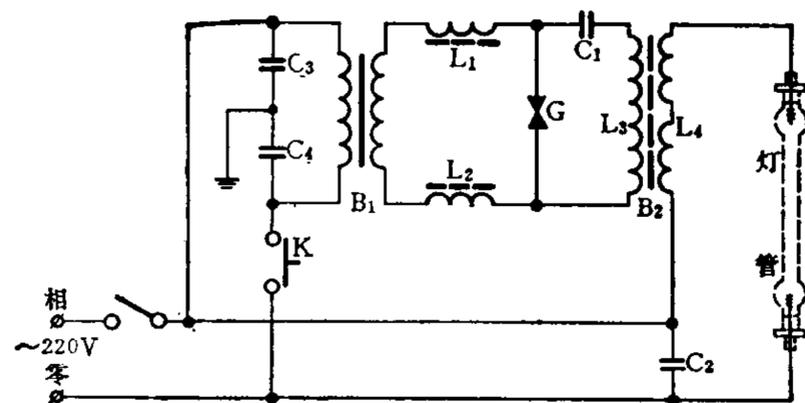

图 39-2-12 XC-S20A 型触发器工作线路
(1) 变压器火花型触发器。大功率管形汞灯均用此类触发器,如XG-20000型管形汞灯配用的XC-S20A型触发器,它的工作线路见图39-2-12。灯的点燃过程为:按下K, B_1 次级以3.5~5千伏向 C_1 充电,当 C_1 的电压升高到火花间隙G的击穿电压时,即由 C_1 、G、 L_3 构成衰减式振荡回路,并在 B_2 的次级 L_4 上感应出20~30千伏的高频高压,使灯管起弧。 C_2 的作用是防止高频高压对电网的影响。当灯管容量不同时,所采用触发器的具体线路和元件参数亦有所不同,但其工作原理是相似的。